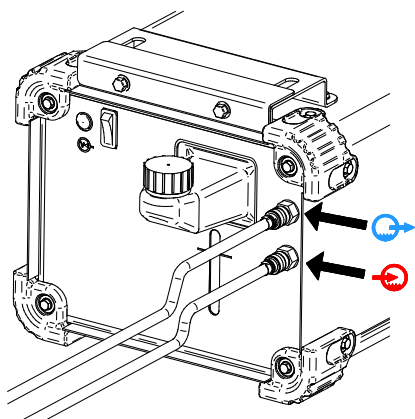

Figura 6.
- Conectați furtunurile de apă ale răcitorului la intrarea răcitorului [5] și la priza de ieșire [4] (Figura 6).
- Conectați furtunurile de apă ale răcitorului - Figura 6.